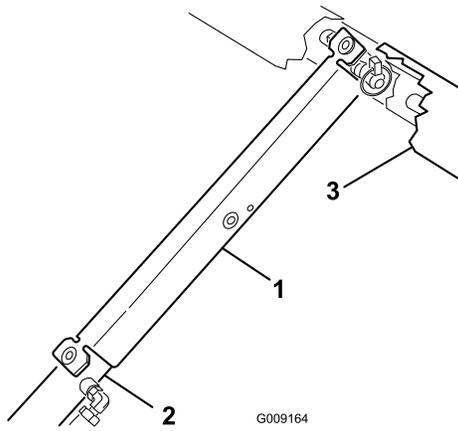

Figura 46
7. Empuje el soporte de la plataforma sobre el pistón, asegurándose de que los extremos del soporte descansan sobre el extremo del cilindro y sobre el extremo del pistón (Figura 46).